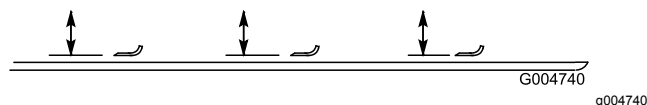

Figura 128
2. Gire la cuchilla hasta que los extremos estén orientados hacia adelante y hacia atrás, y mida desde el interior de la carcasa de corte al filo de corte en la parte delantera de la cuchilla (Figura 128).